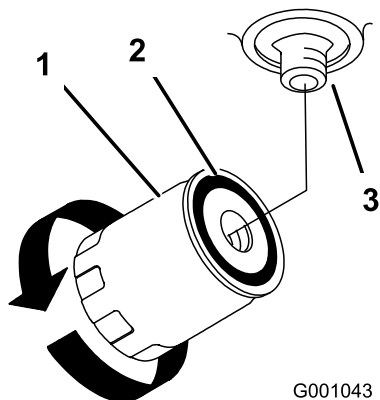

Figure 71
3. Appliquez une fine couche de liquide hydraulique sur le joint en caoutchouc du filtre de rechange (Figure 71).
en caoutchouc vienne toucher l'adaptateur du filtre. Serrez ensuite le filtre de 1/2 tour supplémentaire (Figure 71).